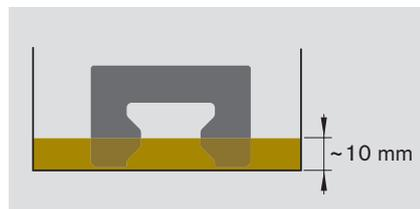

Figura 2
- Para el tamaño 20, bajo: colocar la unidad de lubricación adicional durante apróx. 36 horas en un recipiente con 10 mm de altura de aceite (véase la figura 2).
- En la unidad de lubricación adicional tamaño 20, bajo, **no** es posible una relubricación a través de la conexión de lubricación (véase figura 2).